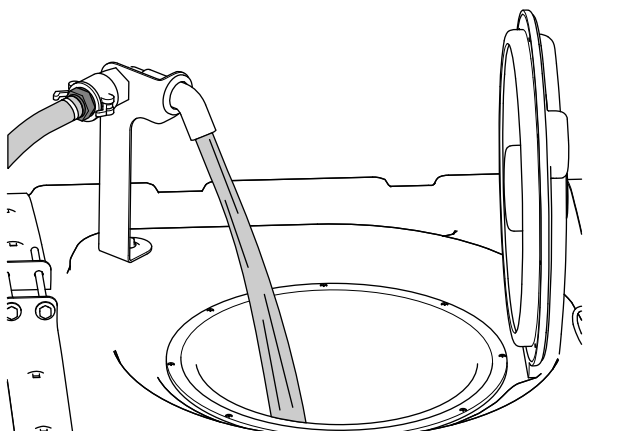

Figura 28
5. Versate nel serbatoio dell'irroratrice $\frac{3}{4}$ dell'acqua necessaria (Figura 28).